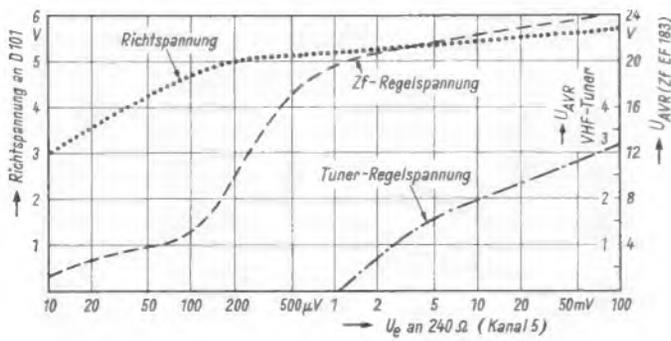

Bild 4. Verlauf der Hf- und Zf-Regelspannung sowie der Richtspannung an der Videodiode im Verhältnis zum Eingangssignal
Diese Schaltungsauslegung – transistorbestückter UHF-Tuner und röhrenbestückter VHF-Kanalwähler – wurde mit Rücksicht auf das geringstmögliche Eigenrauschen des Empfängers gewählt. Die erste VHF-Zf-Röhre EF 183 übernimmt zusammen mit der Hf-Vorstufe im VHF-Kanalwähler die gesamte Regelfunktion dieses Bereiches. Wie aus Bild 4 hervorgeht, setzt die Regelspannung für die Röhre PCC 189 erst bei einer Eingangsspannung von ≈ 1 mV ein, was dem Signal/Rausch-Verhältnis bei kleinen Eingangsspannungen zugute kommt. Der Trimmwiderstand R 218 (TR) gestattet eine Verschiebung dieses Einsatzpunktes, um auch bei starken Streuungen der EF 183 die gleiche Verteilung der Regelspannung wie in Bild 4 zu erreichen (alle Positionsangaben beziehen sich auf die Gesamtschaltung Bild 5 auf Seite 729).
Wenn aber das Eingangssignal an der Videostufe bereits 5 V_{BS} beträgt, so kann die Verstärkung der nachfolgenden Videostufe entsprechend geringer sein. Nunmehr läßt sich diese Röhre mit relativ kleinen Außenwiderständen betreiben, so daß man zusätzliche Bandbreite gewinnt. In Verbindung mit dem angegebenen Außenwiderstand von 2,7 kΩ und einer starken Gegenkopplung von 68 Ω in der Katodenleitung ist die Gesamtverstärkung etwa 18fach. Das bedeutet, daß bei einem Signal von 5 V_{BS} an der Videodiode, der Bildröhre bereits eine Signalspannung von 90 V_{BS} zur Verfügung steht. Wie aus Bild 4 weiter hervorgeht, erzeugt ein Eingangssignal in der Größenordnung von etwa 75 μV bereits eine Richtspannung von 4,5 V an der Videodiode; das entspricht etwa einer Spannung von 80 V_{BS} an der Bildröhre.